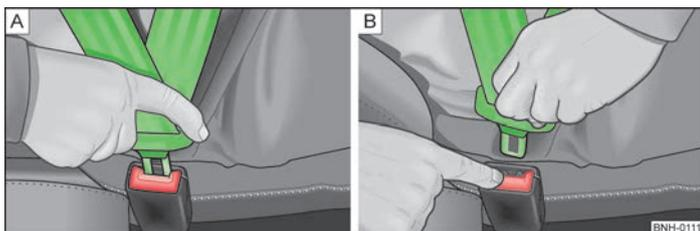

Fig. 96 Colocar y quitar el cinturón de seguridad
- Introducir la lengüeta en el cierre correspondiente al asiento » fig. 96 - [A] hasta que se oiga como encaja.
- Pulsar la tecla roja en el cierre del cinturón » fig. 96 - [B], la lengüeta del cinturón saldrá disparada.